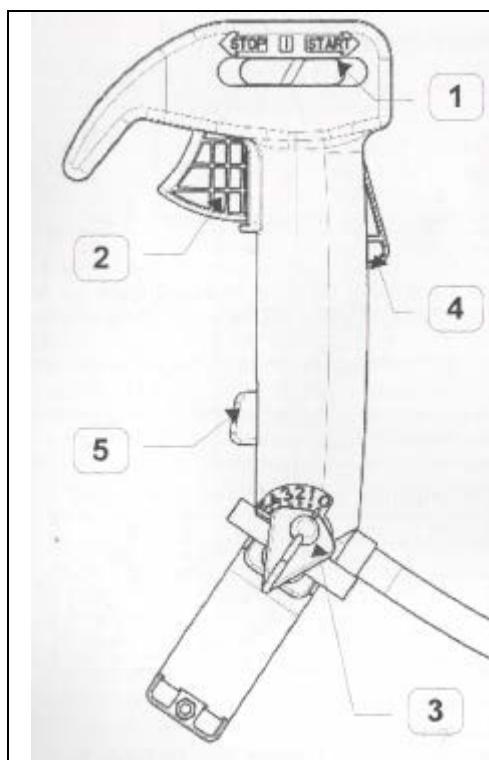

Рисунок 3. Рукоять.
Для использования рычага скорости двигателя его надо медленно нажимать (рисунок 3, номер 2).
Для запуска двигателя сначала немного зажмите рычаг скорости двигателя (рисунок 3, номер 2), затем переведите выключатель (рисунок 3, номер 1) в положение «START». При этом двигатель начнет работу рывком. После запуска двигателя зажмите рычаг скорости двигателя сильнее, выключатель переместится в нейтральное положение.
Если вам необходимо работать с постоянной частотой мотора, используйте блокировщик работы двигателя (рисунок 3, номер 5). По соображениям безопасности в случае переключения на холостой ход частота двигателя становится минимальной.
Для остановки двигателя переведите выключатель (рисунок 3, номер 1) в положение «STOP».
- Выходной поток может регулироваться при помощи крана (рисунок 3, номер 3). Скорость потока должна находиться в соответствии со скоростью перемещения оператора и требованиями по дозировке распыляемых химикатов.